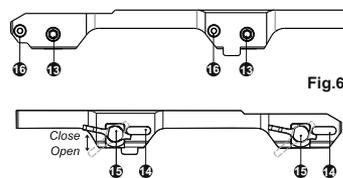
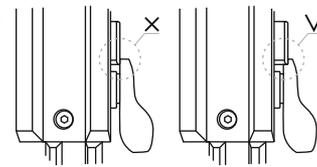

Fig.6
Fig.7
- Mueva las abrazaderas (15) a la posición “abierto” y use la llave hexagonal S5 afloje las tuercas de retención (13) de las abrazaderas (15)(Fig.6).
- Mueva las abrazaderas (15) de la posición “abierto” (OPEN) a la posición “cerrado” (CLOSE)(Fig.6).
- Apretando las tuercas de retención (13) de las abrazaderas (15) con la llave hexagonal S5, asegúrese que el montaje está bien asegurado y sin juego.
- Verifique la fijación segura de las abrazaderas (15) con los retenedores (14) en la posición “cerrado” - probando mover las abrazaderas (15) de la posición “cerrado” (OPEN) a la posición “abierto” las abrazaderas deben topar contra los retenedores.
- Si esto no ocurre (las abrazaderas no se pegan contra los retenedores), aumente la altura de las abrazaderas. Para hacerlo, gire a la izquierda las tuercas de retención (5) de los retenedores (16) usando la llave hexagonal S3 hasta que las abrazaderas topen contra los retenedores (3)(Fig. 7).
- Presione los retenedores (14) y mueva las abrazaderas (15) a la posición “abierto”, Ud. debe ser capaz de desmontar el visor fácilmente.